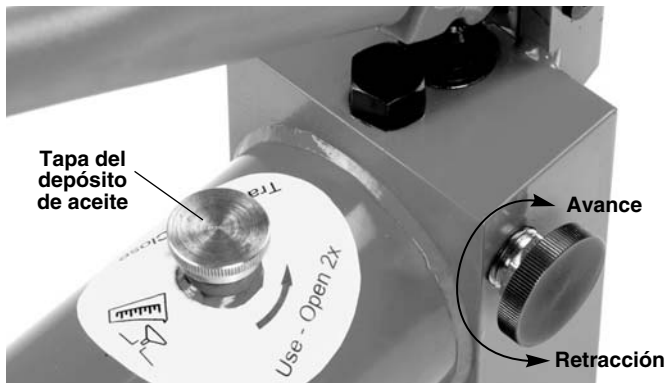

Figura 10 – Posiciones de la perilla de desenganche: Avance y Retracción
6. Abra la tapa del depósito de aceite ubicada en la parte superior del cilindro dándole dos vueltas completas. Así le entra el aire necesario al depósito durante el uso de la doblatubos (Figura 10).
7. Baje el ala superior e introduzca las clavijas a través de ambas alas del armazón de doblamientos y de los soportes de esquina. Alinee los soportes de esquina de tal forma que las marcas de cero en los indicadores de ángulo queden alineadas con la marca en el ala superior (*Figura 10*).
Gire la perilla de desenganche en la bomba hidráulica hacia la derecha (avance del ariete) hasta la posición Avance (*vea la Figura 10*). Para retraer o replegar el ariete, gire la perilla de desenganche hacia la izquierda hasta la posición de Retracción. Un resorte interno retraerá el ariete.
Antes de cada uso, revise el nivel del aceite. Coloque la doblatubos sobre una superficie plana con su ariete retraído totalmente. Extraiga la tapa del depósito de aceite; el aceite debe llegar hasta la parte inferior del cuello del depósito. Si le falta aceite, añada aceite hidráulico Shell Tellus 32 Hydraulic Oil o uno equivalente de alta calidad. Vuelva a colocarle la tapa. Vea la *Figura 10* para ubicar la tapa del depósito de aceite.